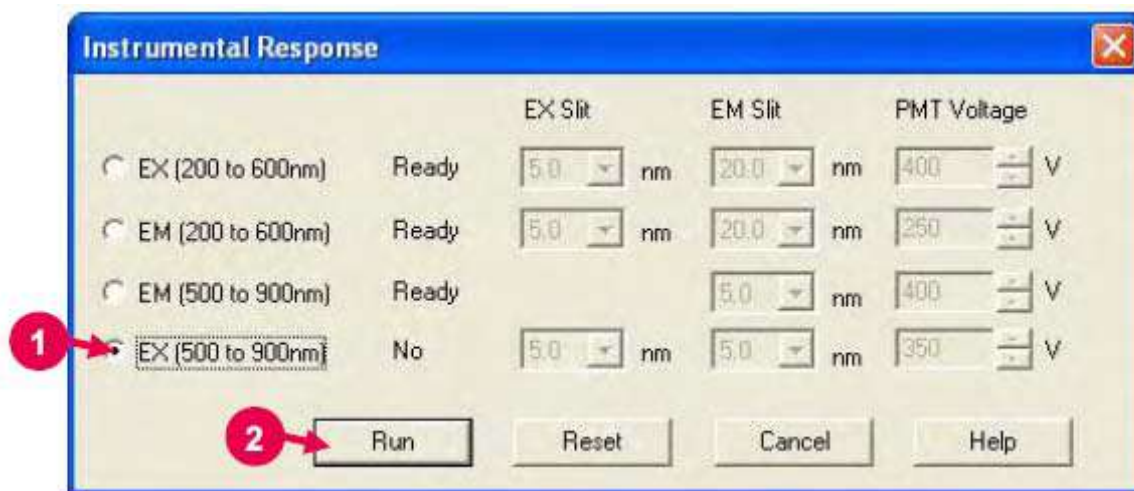

Рис. F-13
- (8) Выполните команду «Реакция прибора», находящуюся в меню «Утилиты». При этом откроется окно, показанное на рис. F-13. Выберите «EX [500 до 900 нм]». (Смотрите (1) на рис. F-13).
(9) Нажмите кнопку «Запуск» (Run). (Смотрите (2) на рис. F-13). При этом появится окно сообщения «Установите рассеиватель в держатель кюветки». Нажмите кнопку «ОК». (Смотрите (3) на рис. F-14).